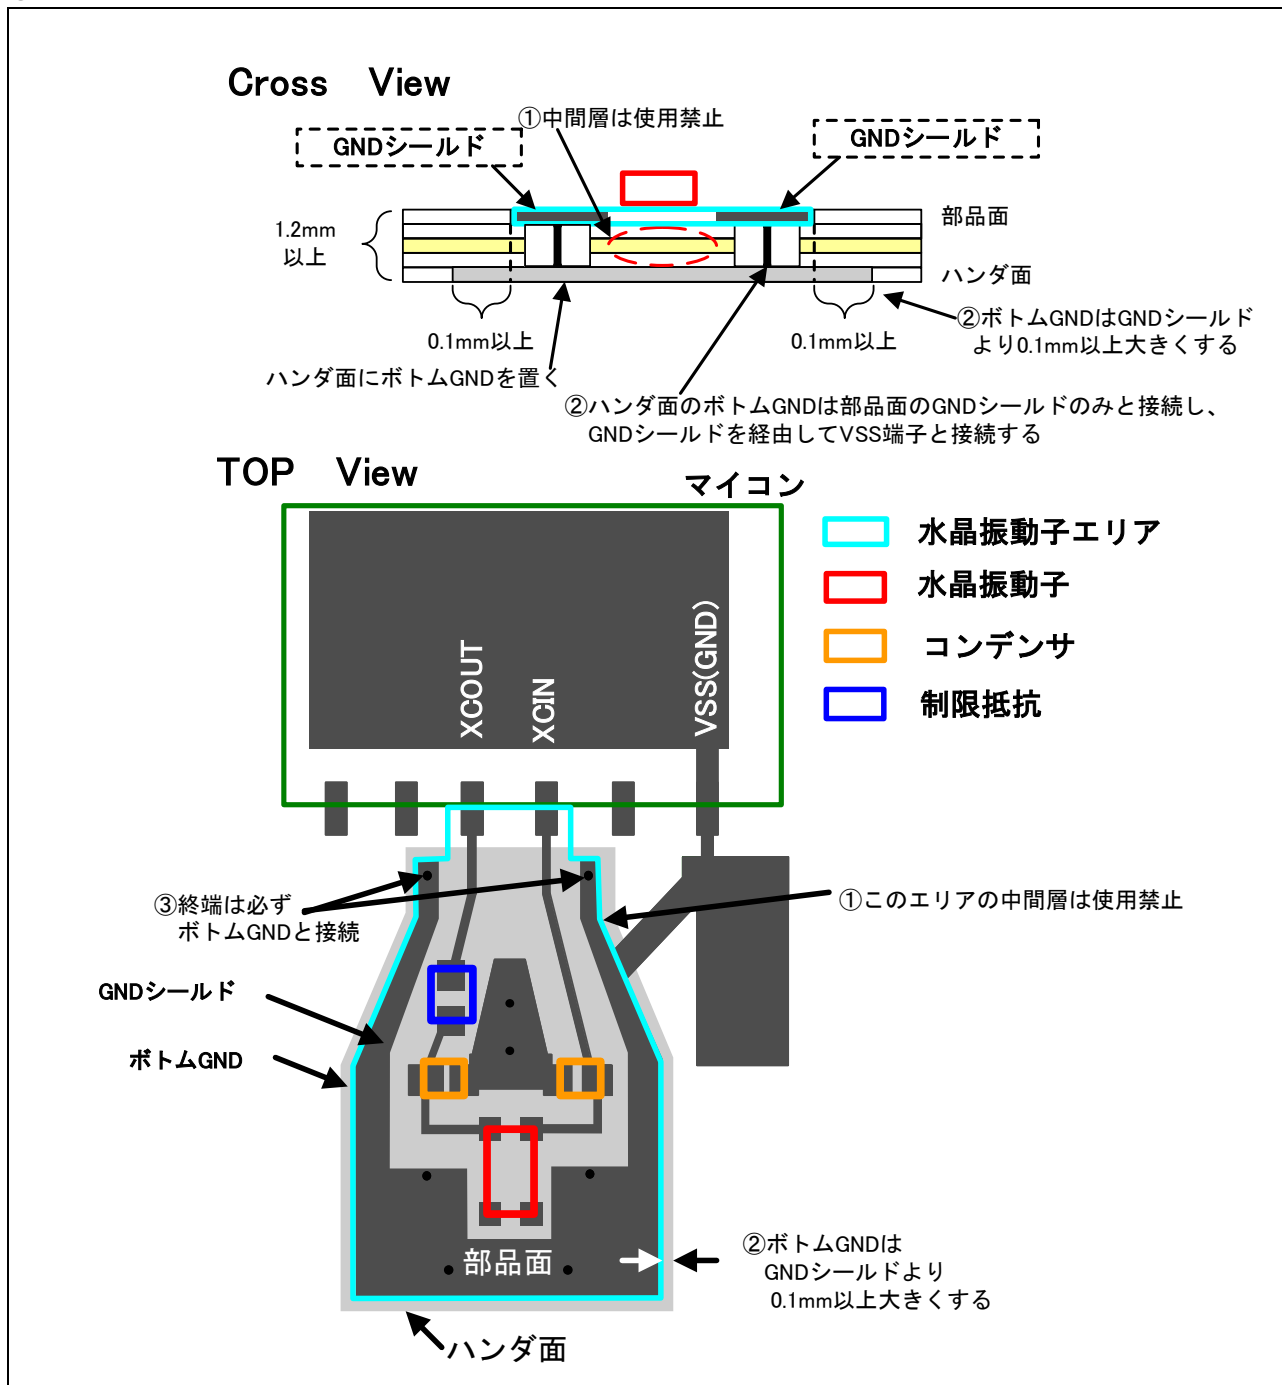

図 3.9 厚さが 1.2mm 以上の多層基板のパターン例
厚さが 1.2mm 以上の基板では、水晶振動子エリア(図 3.9 参照)のハンダ面に GND パターンを配置してください(以下、ボトム GND とする)。
①~③に厚さが 1.2mm 以上の多層基板で作成するときの要点を示します。また、図 3.9 にパターン例を示します。
- ① 水晶振動子エリアの中間層にはパターンを配置しないでください(このエリアには電源、GND を配置しないでください。また、信号線を通過させないでください)。
- ② ボトム GND は、GND シールドよりも 0.1mm 以上大きくしてください。ボトム GND は部品面の GND シールドのみと接続し、GND シールドを経由して VSS 端子と接続してください。
- ③ GND シールドの終端はボトム GND と接続してください。